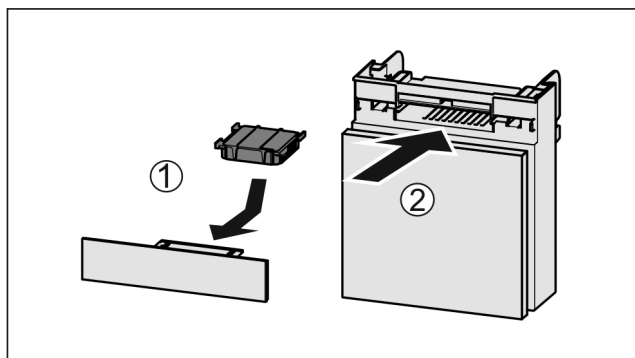

Fig. 162
- Filtr s aktivním uhlím vložte podle vyobrazení *Fig. 162 (1)*.
- Zásuvku zasuněte *Fig. 162 (2)*.